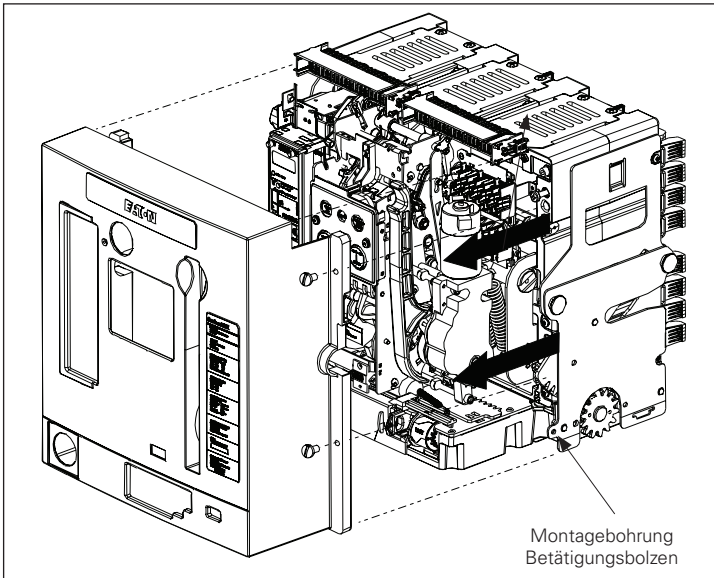

Abbildung 11. Demontage Frontabdeckung
Schritt 2: Entfernen Sie die Frontabdeckung. Ziehen Sie den Spannhebel leicht herunter, um die Demontage der Frontabdeckung zu erleichtern (**Abb. 11**).